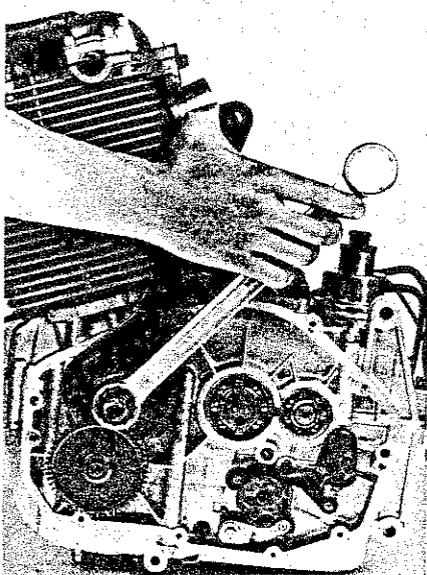

Fig. 120
- 16) Raddrizzare il fermo in lamiera e, tenendo fermo il pignone della trasmissione primaria, svitare con una chiave ad occhio da 30 mm il dado avvitato sull'estremità dell'albero motore con filettatura destra (Fig. 120).
- 16) Flatten the sheet locking plate and, holding the primary drive gear, undo the right-hand threaded nut which secures the gear to the crankshaft, using a 30 mm ring spanner (Fig. 120).